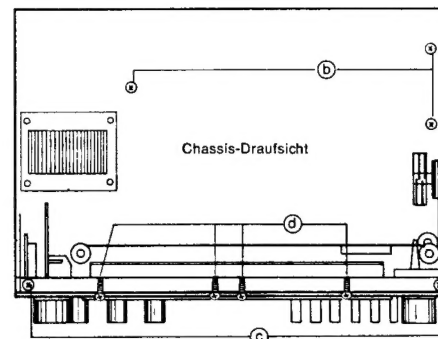

Abb. 3
- Vier Schrauben (d) unterhalb der Skala herausdrehen (Abb. 3).